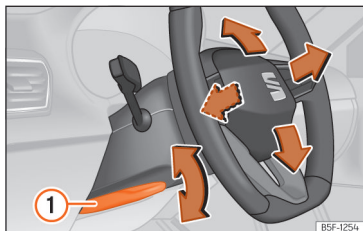

Fig. 63 Alavanca na parte inferior do lado esquerdo da coluna de direção
- Puxe a alavanca >>> Fig. 63 ① para baixo, mova o volante até à posição desejada e volte a subir a alavanca até ao ponto de fecho.
- Após ajustar a coluna da direção, empurre firmemente a alavanca >>> Fig. 63 ① para cima para que o volante não mude de posição acidentalmente durante o andamento.